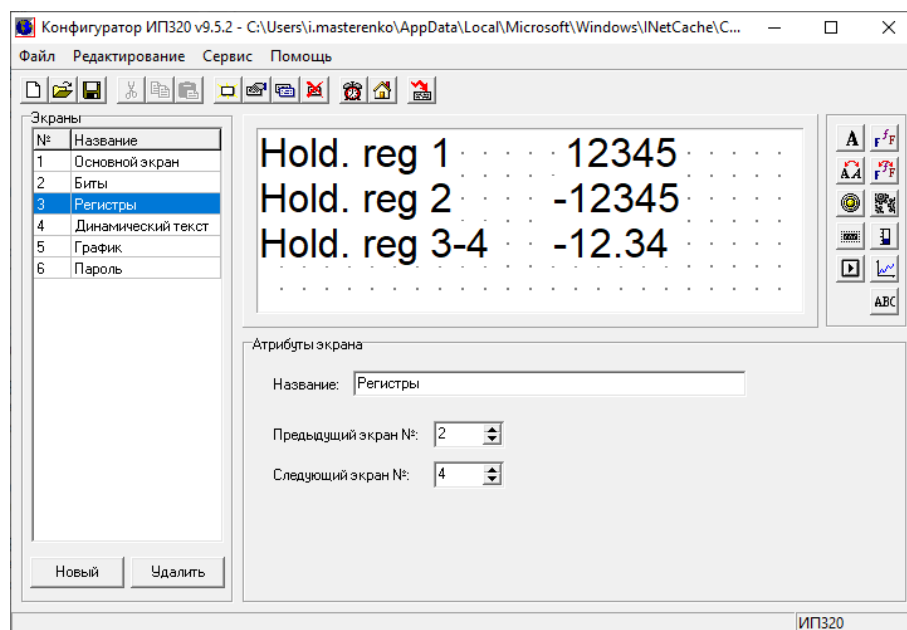

Рис. 6. Экран **Регистры**
3. На экране Регистры (рис. 6) выполняется запись и чтение регистров.